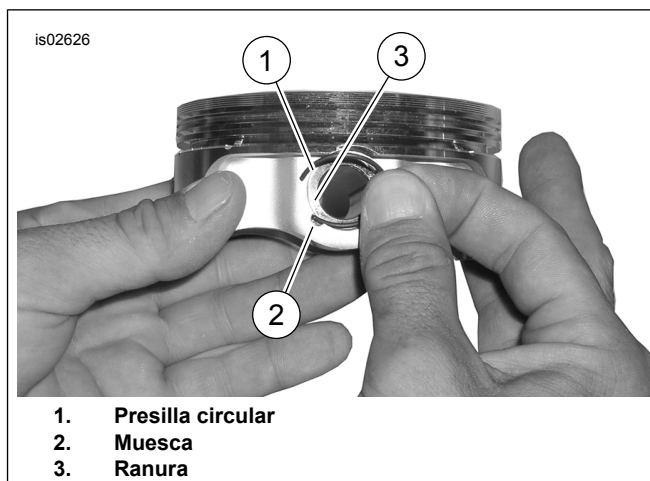

Figura 3. Presilla circular y pistón
1. Ver Figura 3 . Inserte el extremo abierto de la presilla circular (1) en la muesca (2) en la ranura (3) alrededor del saliente del pasador del pistón de modo que el espacio vacío esté derecho hacia arriba o derecho hacia abajo cuando se instale.